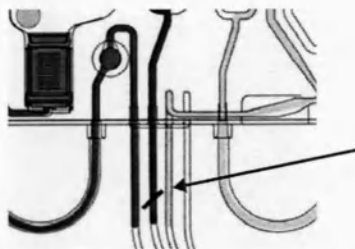

Рисунок 7-4: Место зажатия линии эритроцитов (на рисунке показан комплект для обмена)
- 2 С помощью кровоостанавливающего зажима зажмите линию эритроцитов непосредственно под кассетой (рис. 7-4).